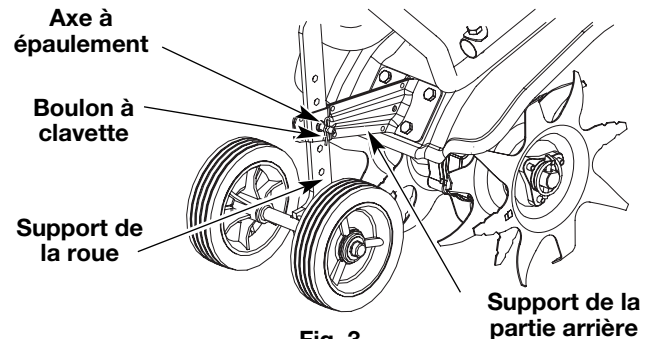

Fig. 3
2. Retirez le boulon à clavette de la vis à oeillet et faites glisser la goupille du support de la partie arrière (Fig. 3).